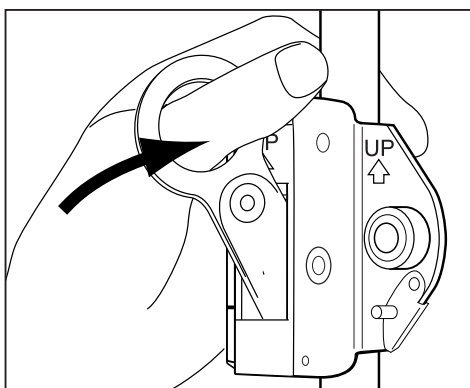

FIGURA 3
2.12 Oprima firmemente el anillo de fijación hacia adentro para activar el mecanismo de detención por pánico y tire bruscamente hacia abajo. El garfiko deberá activarse y detener el movimiento en el cable de seguridad. (Figura 3)